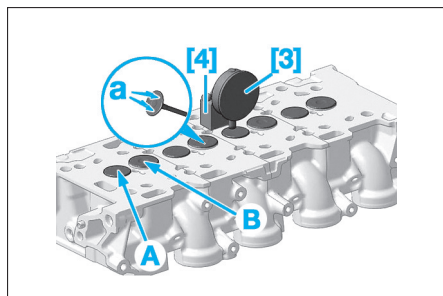

Fig. 56
• Monter les outils [3] et [4] sur le plan de joint de la culasse (Fig.56).